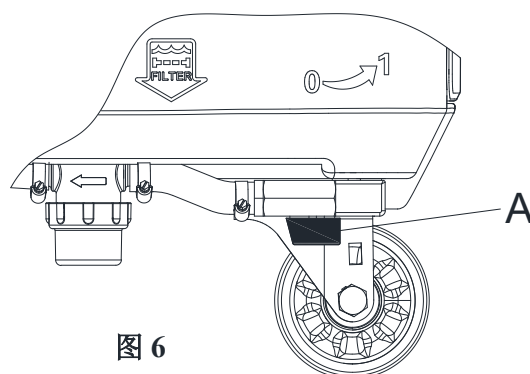

图 6
9. 先将水刮上的定位轴 A 扣进水刮托架上开口 B，然后沿定位轴 A 旋转水刮再将螺杆 D 扣进水刮托架上的开口 C，旋紧水刮固定把手，最后将吸污管连接到水刮的接头上插紧 (图6)。
调节水流的大小可以通过球阀手柄 (A, 图6), 根据洗涤所需的水量进行调节。
调节球阀手柄时 (A, 图6) 必须在电源开关 (39, 图2) 处于“关”位置的情况下进行。
21. 按下放水电磁阀开关 (40, 图2) 到“I”的位置, 根据地面清洁需要, 可以通过球阀手柄 (A, 图6) 来调节水流量的大小。